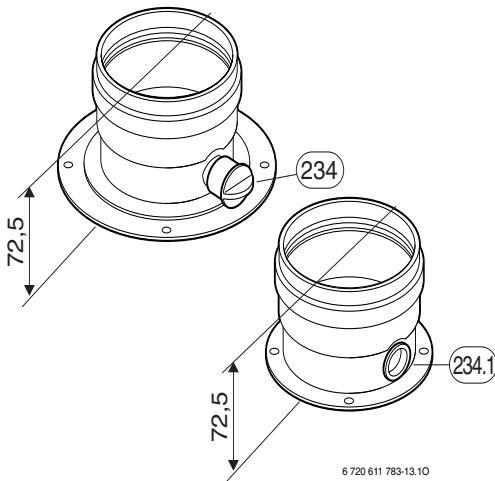

Fig. 30 AZ 332
- Definire la lunghezza di tutto il condotto concentrico tenendo presente che il terminale (1.1) deve fuoriuscire almeno 30 mm dal filo esterno del muro, esclusa la griglia antivento (1.5). Vedere fig. 30.
griglia antivento (1.5). Vedere fig. 30.